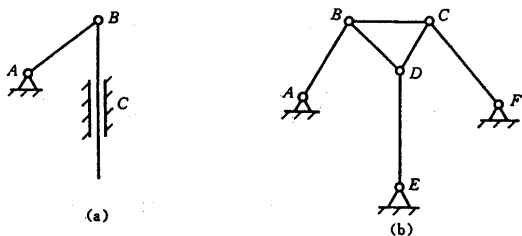

图 1-3
5. 计算图 1-3 所示机构的自由度。问：它们能否运动？为什么？若使它们有确定运动，在结构上需如何改进？试用简图表示。